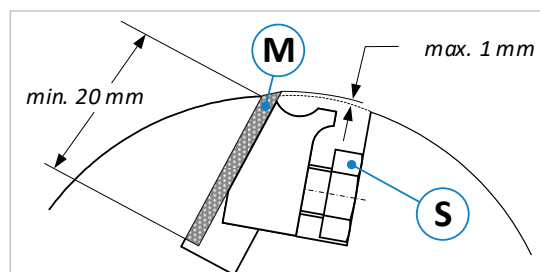

Abbildung 42: Keilleistenmesserwelle
- Die Hobelmesser dürfen nur so weit nachgeschliffen werden, dass bei einem Messerüberstand von maximal 1 mm eine Mindesteinspannlänge von 20 mm eingehalten werden kann (siehe ⇒ Abbildung 42).
- Mit einem Schmalschlitz-Gabelschlüssel SW17 alle Schrauben (S) der Reihe nach lösen und stumpfe Messer (M) herausnehmen (siehe Abbildung 42).
- Nach gründlicher Reinigung aller Teile und Anlageflächen, das neue bzw. geschärfte Hobelmesser (M) in die Messerwellennut einsetzen und mit zwei Schrauben (S) leicht spannen.
- Die beiden Messerwellen-Einstellgeräte (E) mit den Rändelschrauben (R) in den Gewindebohrungen der Messerwelle festschrauben.
- Die beiden Schrauben (R) wieder lösen → Die Druckfedern drücken das Messer gegen die Einstellgeräte.